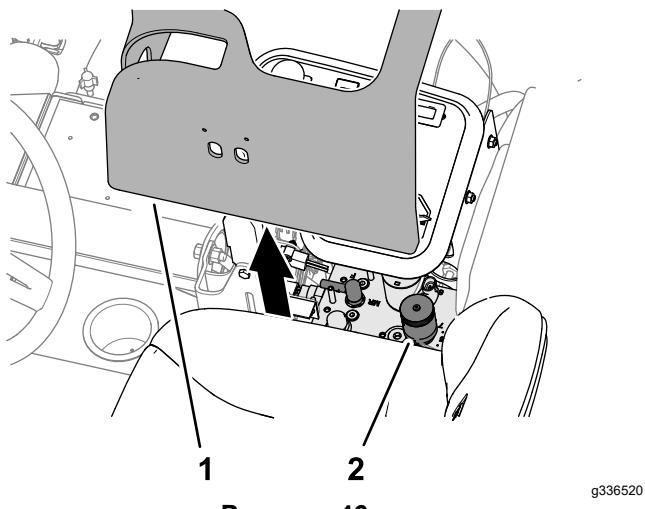

Рисунок 46
- Поднимите крышку с рычага управления (Рисунок 46).